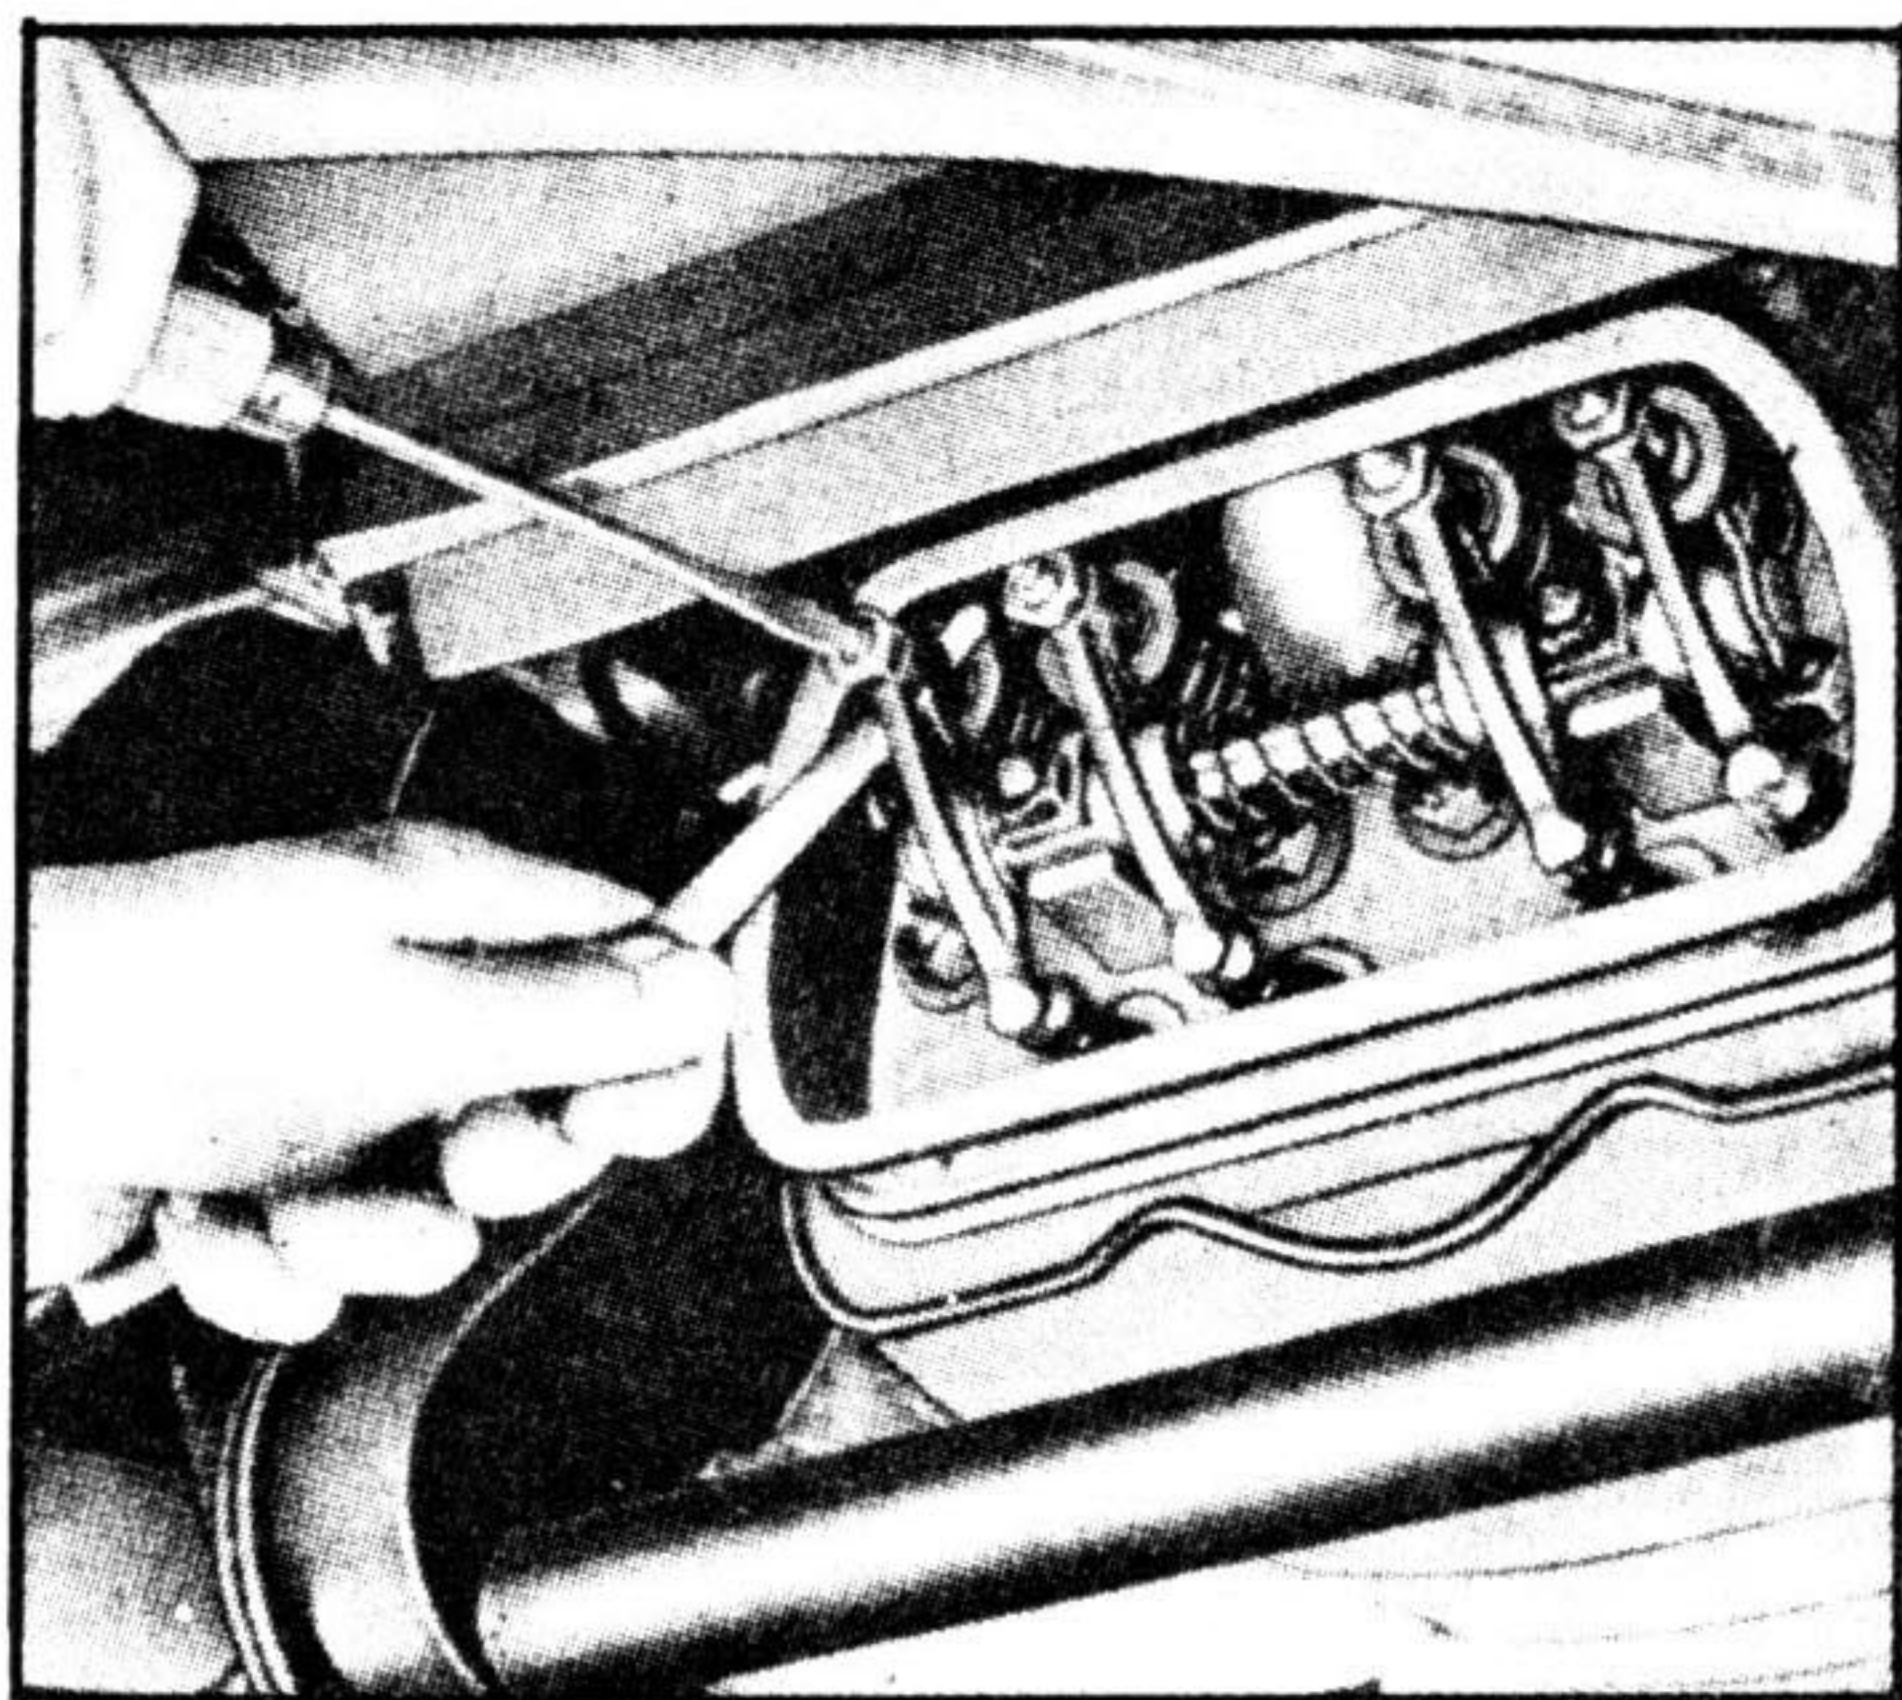

Fig. 2-F — Modo de se regular a folga da válvula.
4) — Coloca-se a lâmina na folga e, com uma chave de bôca, solta-se levemente a contra-porca (Figs. 2 e 3-F). Atua-se sôbre o parafuso de regulagem até que a folga atinja a espessura da lâmina. Aperta-se então a contra-porca para fixação da regulagem. Regulam-se ambas as válvulas.